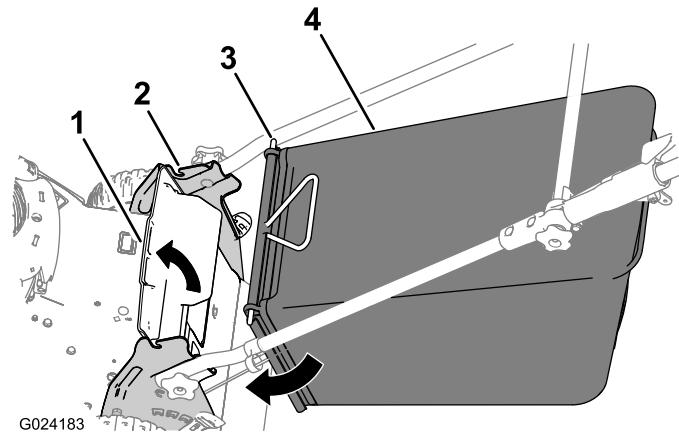

Figura 12
2. Inserite le estremità dell'asta del cesto di raccolta nelle tacche nelle staffe della stegola (Figura 12).
1. Tirate verso l'alto il deflettore posteriore (Figura 12).